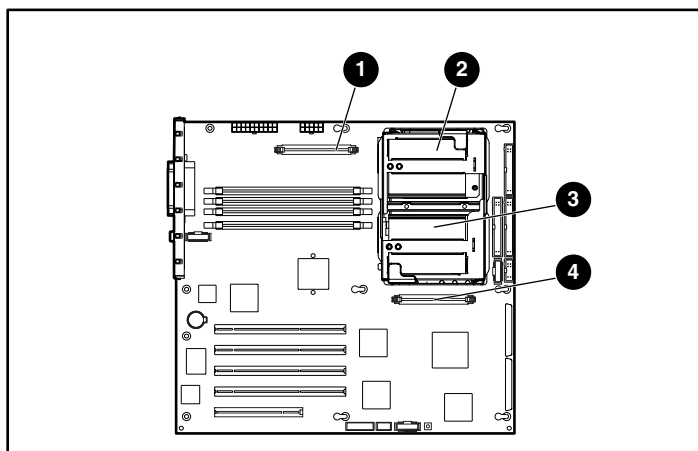

Figura 3-28: Localização dos soquetes do processador e dos slots do Processor Power Module (módulo de alimentação do processador - PPM)
3. Localize os processadores e PPMs conforme o indicado nas seções figura 3-28 e tabela 3-4.